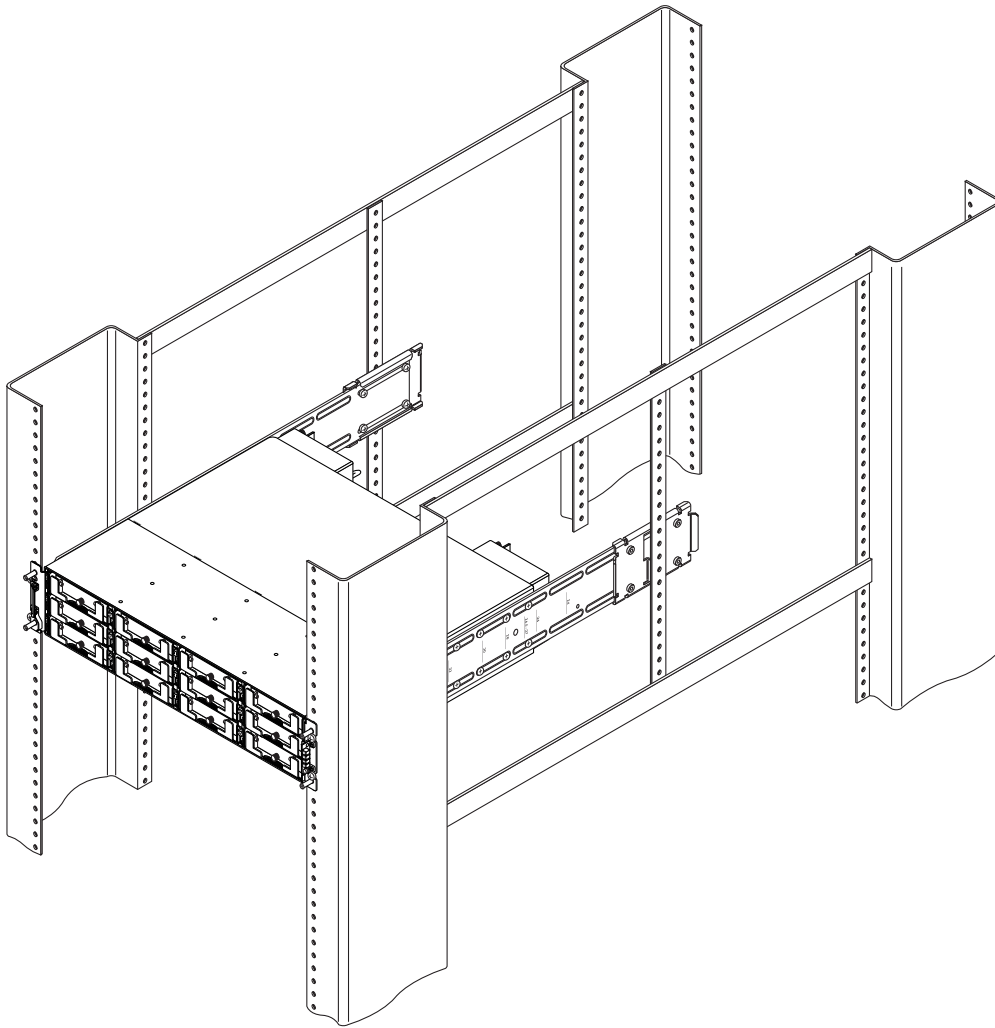

FIGURE 2-2 Montage en coffret d'une baie à l'aide des supports du milieu et après retrait des pattes du châssis et des panneaux - installation terminée
- Il est également possible de monter un coffret à l'aide des supports du milieu et latéraux selon une profondeur de 62,22 cm. La FIGURE 2-2 représente une installation de baie 2U pour la famille Sun StorEdge 3000 dans un coffret Sun Fire à l'aide des supports latéraux et du milieu.
Reportez-vous à la liste de pièces figurant dans le TABLEAU 2-1 et à l'illustration de la FIGURE 2-2 pendant l'installation. Le tableau répertorie les composants et fixations principaux indispensables à l'installation d'une baie dans le coffret.